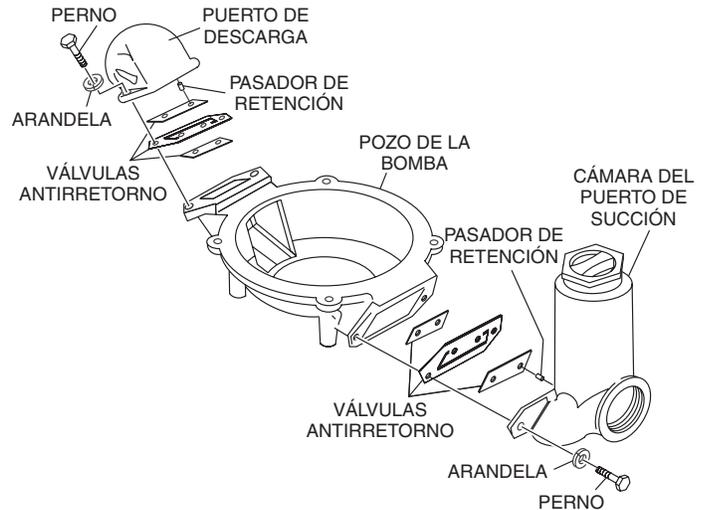

Figura 20. Reemplazo de las válvulas antirretorno
1. Quite los dos pernos que fijan la cámara del puerto de succión (Figura 20) al pozo de la bomba. Quite la cámara. Reemplace la válvula requerida y vuelva a montar.